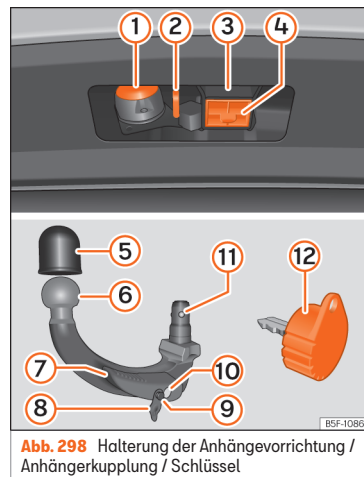

Abb. 298 Halterung der Anhängervorrichtung / Anhängerkupplung / Schlüssel
- Der obere Bereich der Aufnahme der Anhängerkupplung ist mit Schmierfett versehen » Abb. 298 ③. Wenn Sie die Vorrichtung verwenden, stellen Sie sicher, dass das Fett nicht entfernt wurde.
- Den Verschlussdeckel der Hakenaufnahme **» Abb. 298 ④** nach unten abnehmen.